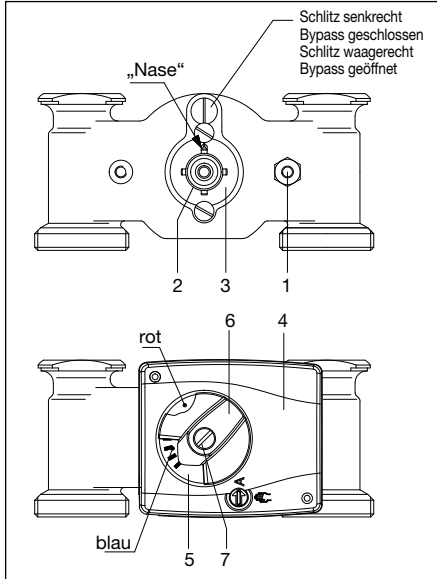

Abb. 5.7 Montage 4-Wege-Mischhahn DN25 / DN32
- Verdrehsicherung (1) fest an das Mischergehäuse montieren.
- Adapter (2) bis zum Anschlag auf das Mischerküküen (3) stecken. Abflachung beachten!
- Stellmotor (4) auf die Mischerachse setzen.
- Drehrichtungsanzeige (5) gemäß Abbildung 5.7 auf den Stellmotor legen.
- Handverstellgriff (6) mit Pfeilmarke im blauen Bereich auf die Mischerantriebswelle stecken (Auslieferungszustand: Gegenuhrzeigersinn gegen Anschlag, Betriebsstellung „A“ Automatik).
- Schraube (7) mit Fächerscheibe einstecken und mit einem Drehmoment von >5Nm anziehen.